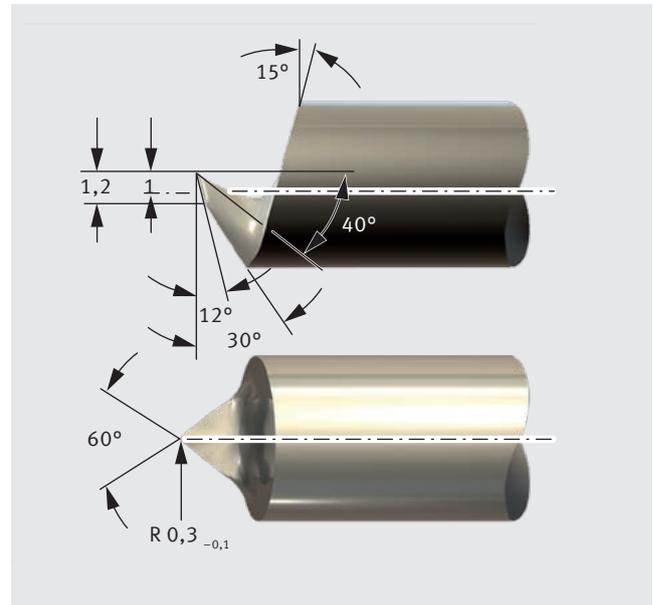

Abb. 67: Schneidwerkzeug für Permaglide® P22 und P202
- Hartmetallwerkzeuge (Abb. 67)